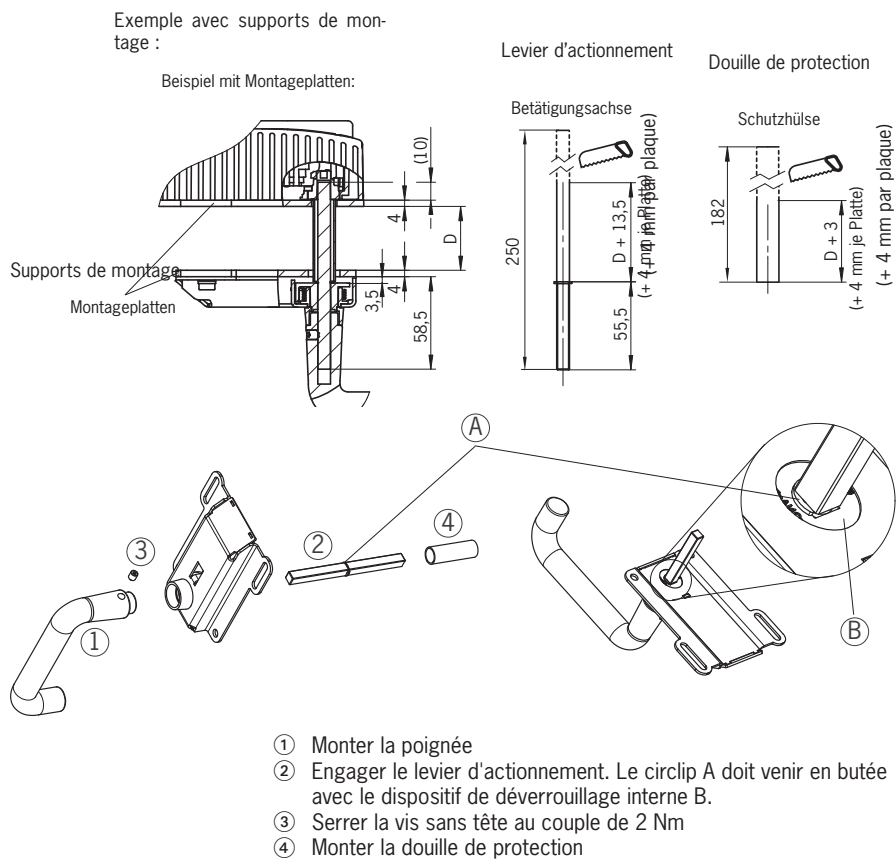

Fig. 8 : Préparation du déverrouillage interne
- Aligner le levier/axe du dispositif de déverrouillage interne à angle droit par rapport au module de poignée. Voir figure de gauche et figure 8.